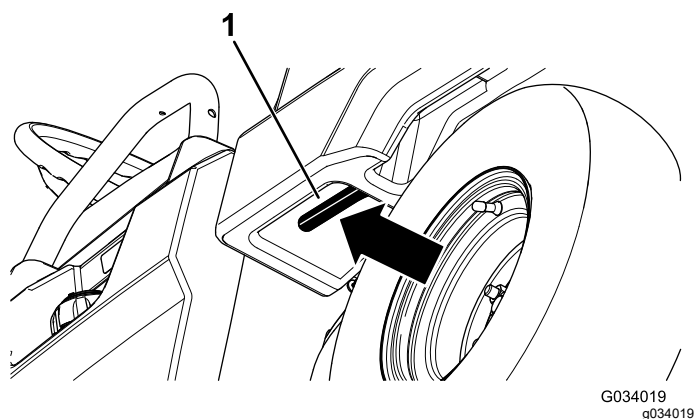

Figura 16
1. Tire hacia usted de la palanca situada a la izquierda, dentro de la plataforma de carga, y eleve la plataforma de carga (Figura 16).
1. Eleve ligeramente la plataforma de carga levantando la palanca de enganche (Figura 16).